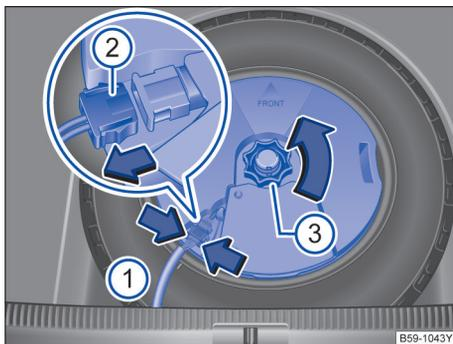

图 215 行李厢内：拆下重低音扬声器
- 用手捏住定位凸缘→图 215（箭头 ①）并压紧到止位，并断开连接插头 ②。
- 拔出连接插头 ②，并将拔出的导线放置一边。
- 将手轮 ③ 沿箭头方向拧出。